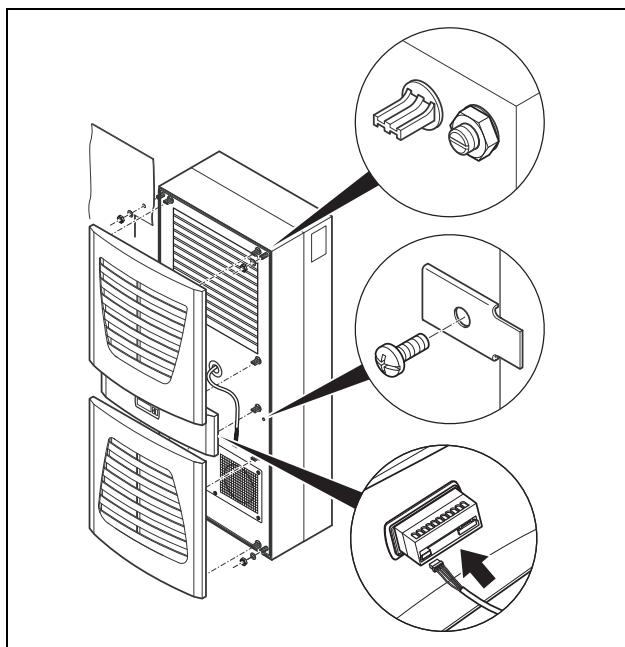

Imagen 18: Fijar el refrigerador
- En caso necesario fije el equipo adicionalmente con las chapas de fijación adjuntas tal y como se muestra en la imagen 18.